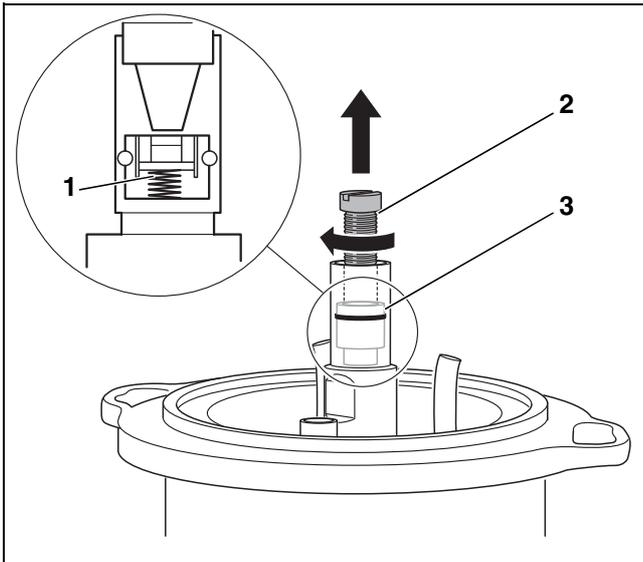

Bild 34 Abschlussventil austauschen
Das Abschlussventil (→ Bild 34, [3]) im Ölvorwärmer arbeitet wie ein Rückschlagventil. Wenn die Ölpumpe in Betrieb ist, drückt sie das Öl durch das Abschlussventil. Schaltet sich die Pumpe aus, schließt sich das Abschlussventil über eine Feder (→ Bild 34, [1]).
- ▶ Schraube M5 × 50 (→ Bild 34, [2]) einschrauben und Abschlussventil (→ Bild 34, [3]) herausziehen.